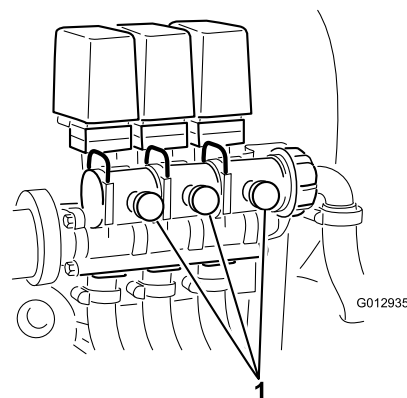

図 30
12. OFF にしたブームのブームコントロールバルブについているバイパスバルブ (図 30) を使って、上記手順9で設定した水圧と同じ水圧に調整する。